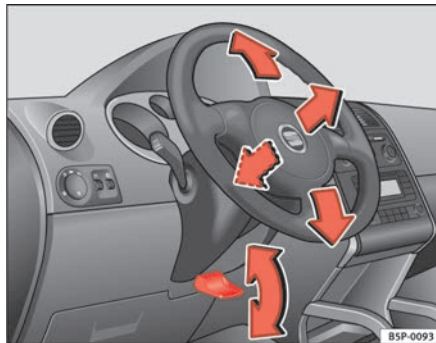

Abb. 132 Lenkradposition einstellen
- Schwenken Sie den Hebel $\Rightarrow$ Abb. 132 unter der Lenksäule nach unten $\Rightarrow$ ⚠.